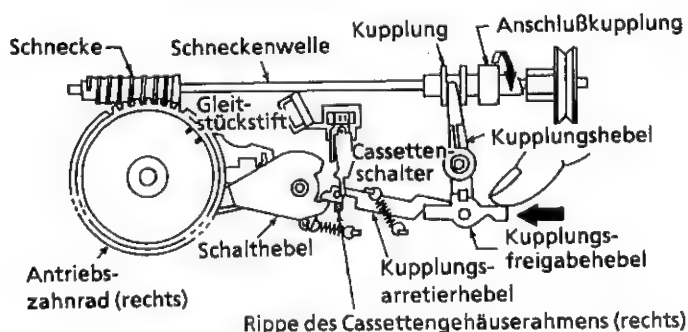

Abbildung 1-16.
1. Das Gleitstück durch Drehen der Anschlußkupplung in Pfeilrichtung (gegen den Uhrzeigersinn) verschieben, bis sich der Gleitstückstift an der Unterseite der Gleitstücknut (Abbildung 1-16) befindet (Lade - Betriebsart).
2. Wenn die Position wie in Abbildung 1-16 vorliegt, den Kupplungsfreigabehebel von Hand in Pfeilrichtung drücken, bis der Kupplungs-arretierhebel durch die Rippe am rechten Cassettengehäuse-rahmen fest arretiert wird.